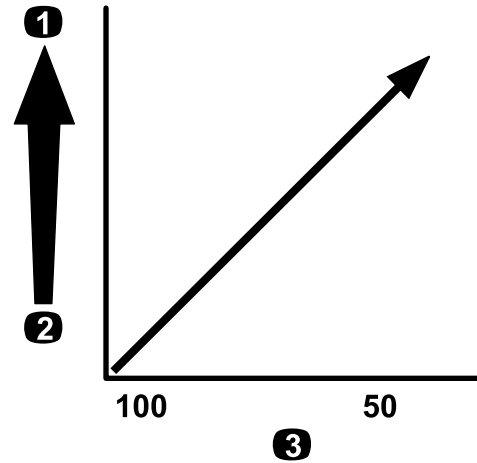

**Figura 80**
**Importante:** Cuando se fumiga con productos químicos de mayor viscosidad (más espesos) o soluciones de polvo humedecible, puede ser necesario utilizar una malla de filtro más abierta para el filtro de boquilla opcional; consulte la Figura 80.